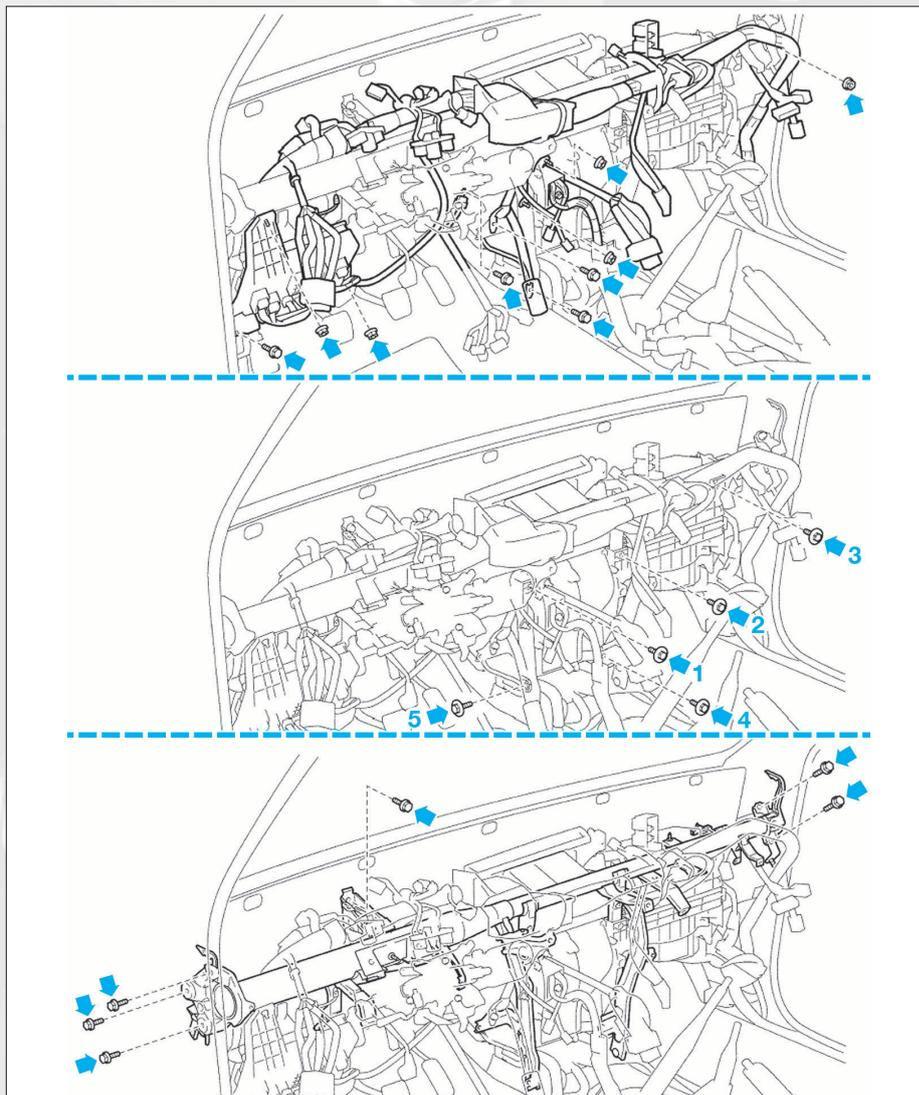

FIG. 13
- Déposer les différents écrous et vis de la traverse de planche de bord (fig. 13).
- pour poser l'ensemble de boîtier de chauffage-climatisation, serrer les vis dans l'ordre indiqué (fig. 13).